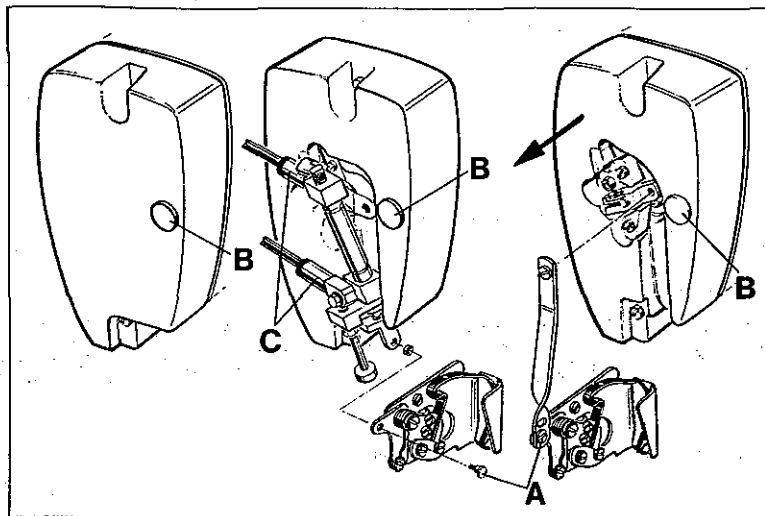
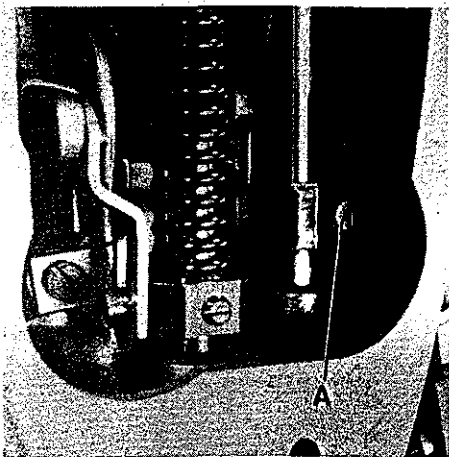
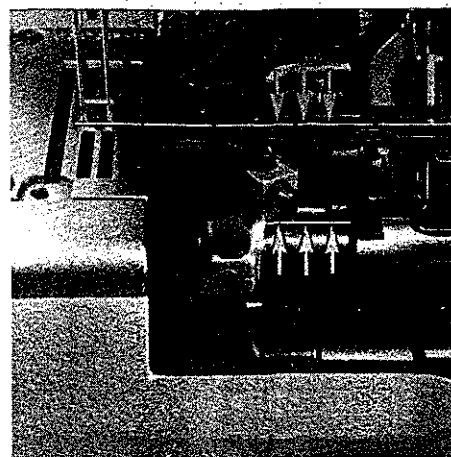
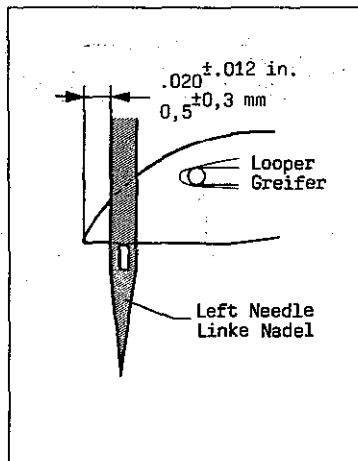

Fig.18
Fig. 19
Fig.20
Fig. 22
1. Remove the head cover*, presser foot and feed dogs. For removing the head cover on styles with thread wiper also shoulder screw (A, Fig. 18) on bell crank lever of thread wiper has to be screwed out. On styles equipped with pneumatic thread wiper additionally the PA-tubes have to be disconnected on the straight connectors (C) of the air cylinder. On styles with solenoid operated thread wiper the head cover has to be removed horizontally (in direction of the arrow) to avoid damaging of plug and receptacle.
3. Loosen screw (A, Fig. 19) and turn needle bar as required, so the needles center in the needle holes of throat plate and are parallel to the looper shaft (see Fig. 20). This can be checked by holding a ruler against the needles.
4. Retighten screw (A, Fig. 19).
* The needle bar can also be aligned and set to height without removing the head cover. For this, remove plug (B, Fig. 18) in the head cover to have access to screw (A, Fig. 19) in the needle bar connection. Remount the plug.
1. Entfernen Sie den Kopfdeckel*, Drückerfuß und Transporteure. Zum Entfernen des Kopfdeckels muß bei Maschinen mit Fadenzieher auch die Ansatzschraube (A, Fig. 18) am Winkelhebel des Fadenziehers herausgedreht werden. Bei Maschinen, die mit pneumatischem Fadenzieher ausgerüstet sind, müssen zusätzlich die PA-Schläuche an den geraden Verschraubungen (C), am Luftzylinder gelöst werden. Bei Maschinen mit magnetisch betätigtem Fadenzieher muß der Kopfdeckel horizontal (in Pfeilrichtung) abgezogen werden, damit Stecker und Steckbuchse nicht beschädigt werden.
3. Lösen Sie die Schraube (A, Fig. 19) und drehen Sie die Nadelstange so, daß die Nadeln mittig in die Stichlöcher der Stichplatte einstechen und parallel zur Greiferwelle stehen (siehe Fig. 20). Dies kann durch Anlegen eines Lineals an die Nadeln geprüft werden.
4. Ziehen Sie die Schraube (A, Fig. 19) wieder an.
* Die Nadelstange kann auch ohne Abbau des Kopfdeckels ausgerichtet und auf die Höhe eingestellt werden. Entfernen Sie dazu den Verschlussstopfen (B, Fig. 18) im Kopfdeckel, damit die Schraube (A, Fig. 19) im Nadelstangen-Mitnehmer zugänglich wird. Montieren Sie den Verschlussstopfen wieder.
The height of needle bar is correct, when the looper point at its travel from right to left is 0,5 mm (.020 in.) left of the left needle (see Fig. 22) and the top of the needle eye is flush with the underside of the looper. For adjustment loosen screw (A, Fig. 19)* and move needle bar up or down as required. Retighten screw (A).
Die Nadelstangenhöhe ist richtig eingestellt, wenn die Greiferspitze bei ihrem Weg von rechts nach links 0,5 mm links der linken Nadel steht (siehe Fig. 22) und Oberkante Nadelöhr und Unterkante Greifer in gleicher Höhe stehen. Lösen Sie für diese Einstellung die Schraube (A, Fig. 19)* und schieben Sie die Nadelstange nach Bedarf nach oben oder unten. Ziehen Sie die Schraube (A) wieder an. Beachten Sie, daß bei dieser Einstellung die Nadelstange nicht verdreht wird.
* Die Nadelstange kann auch ohne Abbau des Kopfdeckels ausgerichtet und auf die Höhe eingestellt werden. Entfernen Sie dazu den Verschlußstopfen (B, Fig. 18) im Kopfdeckel, damit die Schraube (A, Fig. 19) im Nadelstangen-Mitnehmer zugänglich wird. Montieren Sie den Verschlußstopfen wieder.